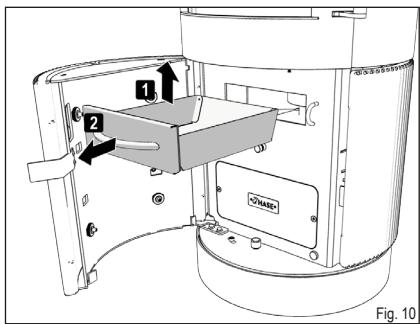

Fig. 10
- ▶ Rimuovete dal manico il cassetto cenere dall'apertura (Fig. 10).